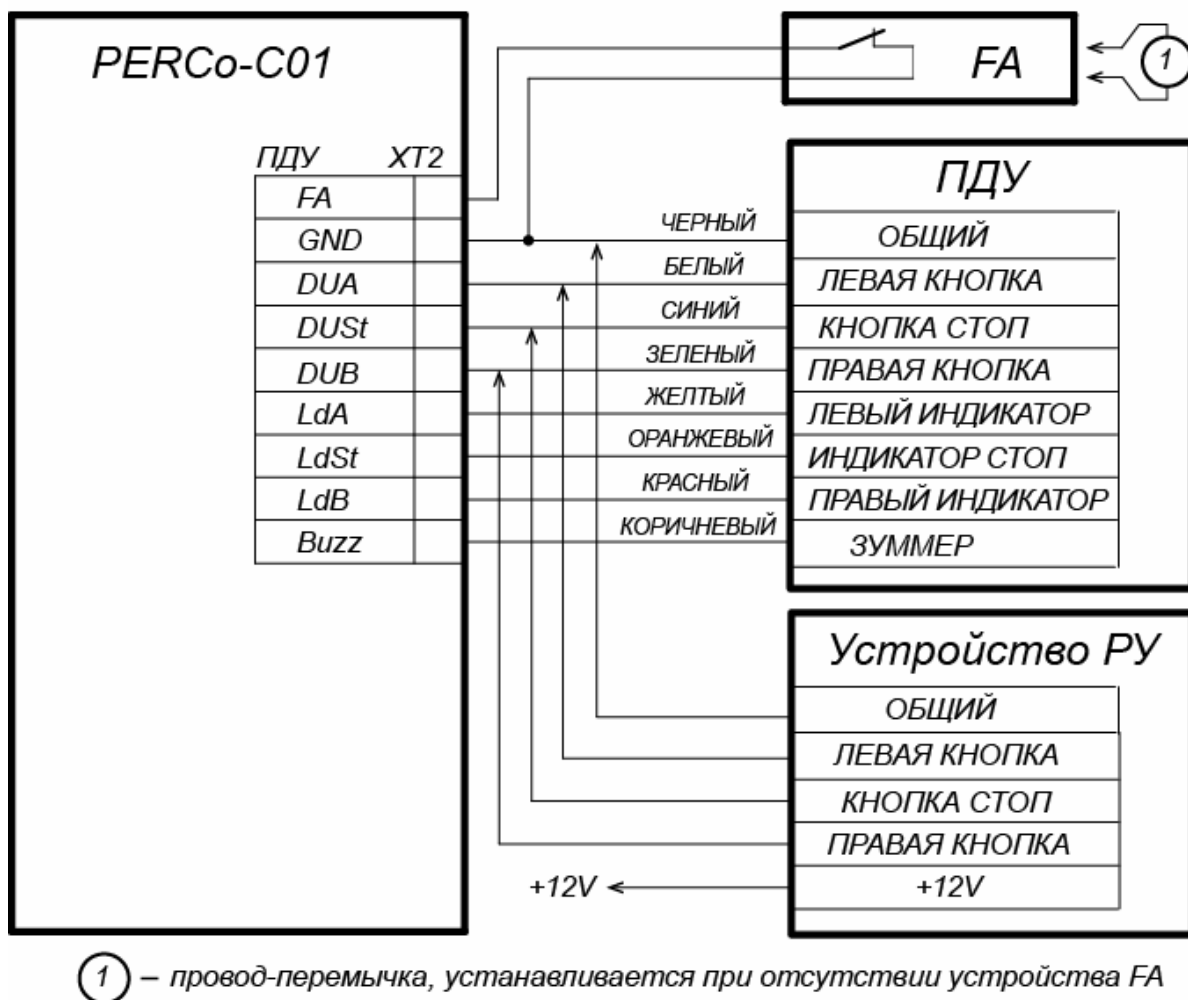

Рисунок 13. Схема подключения ПДУ или устройства РУ для варианта конфигурации «Контроллер для управления турникетом»
4. ПДУ (или устройство РУ) подключается к клеммной колодке **XT2** нижней платы контроллера согласно схеме, представленной на рис. 13.
Подключение осуществляется к контактам клеммной колодки **XT2** (см. рис. 13).